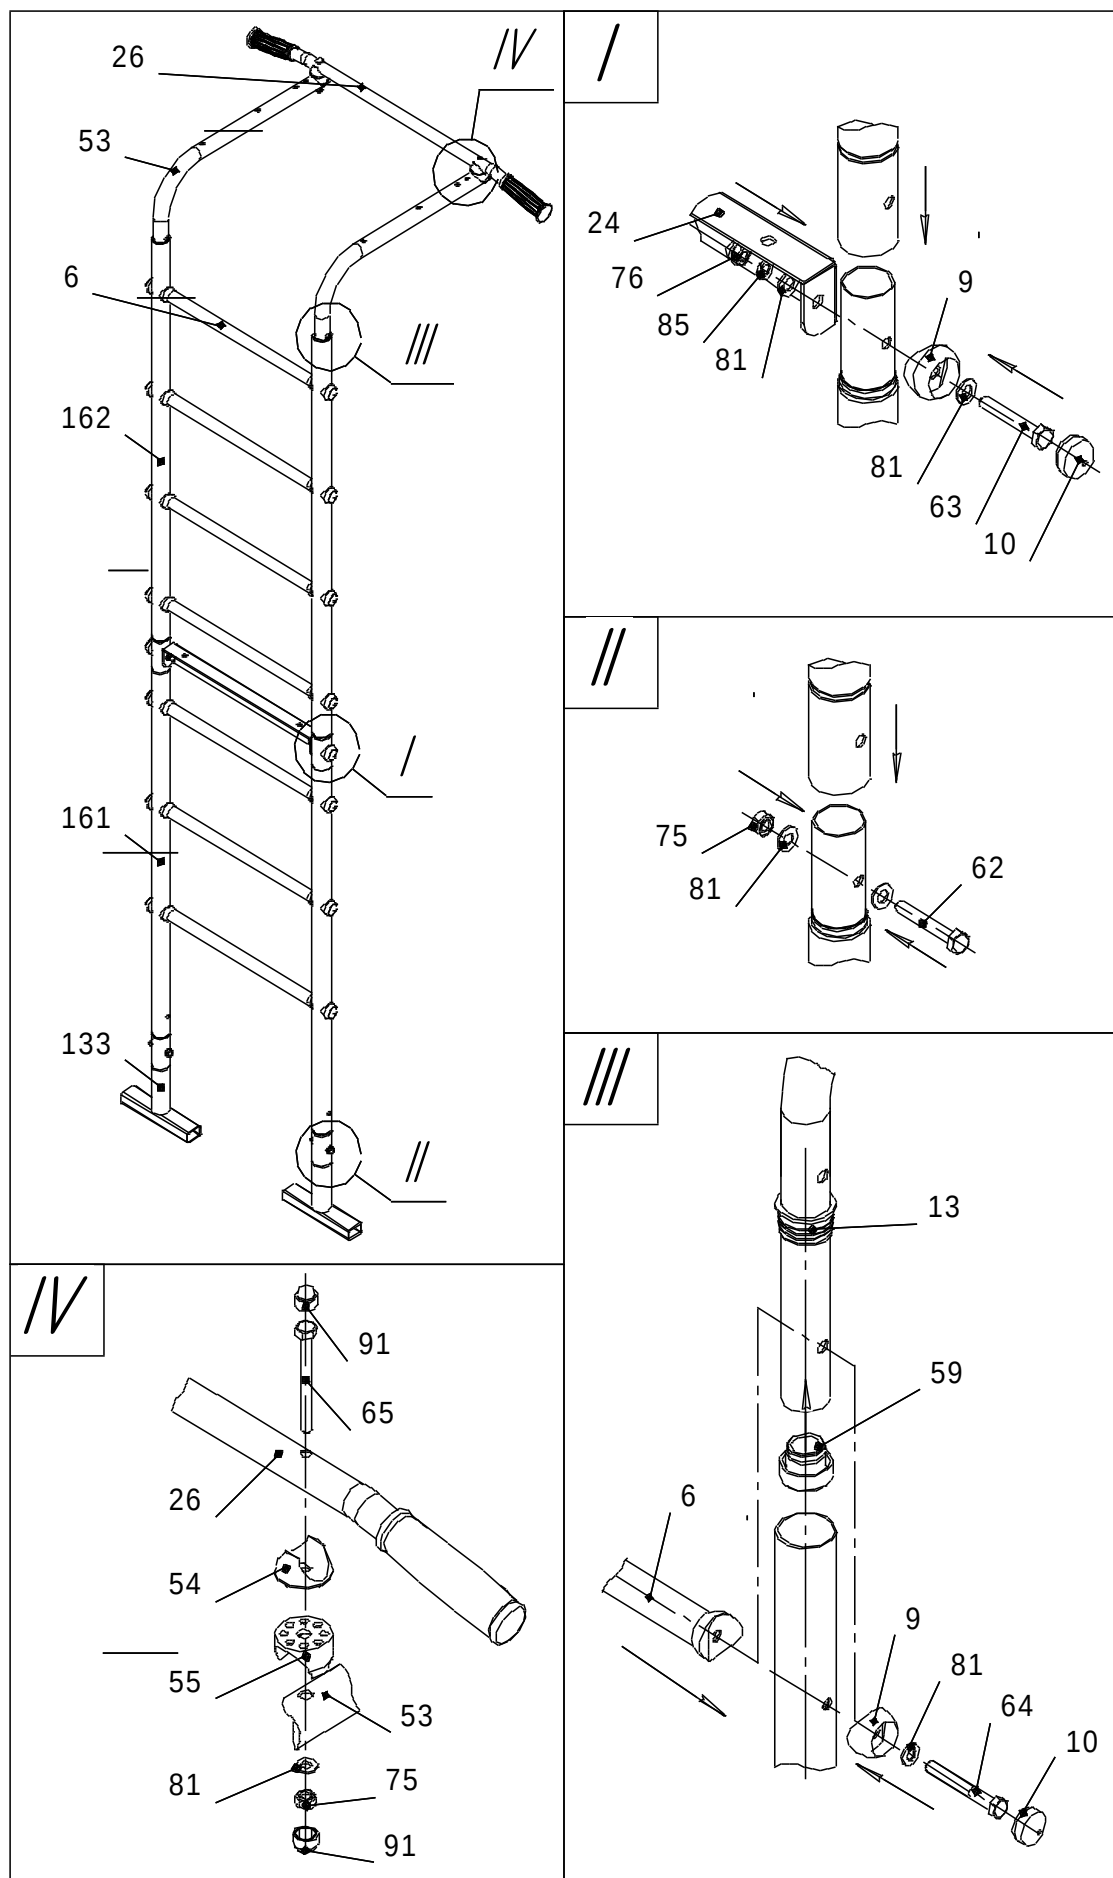

Рис.3
10.3.4 Собрать лестницу 2 (рис.3).